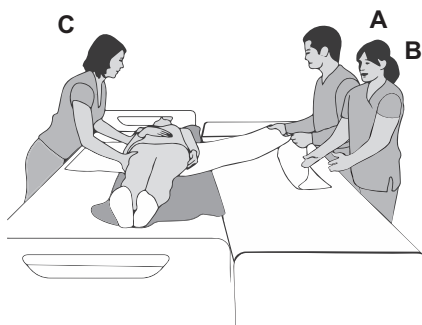

Figura 14
6. (Assistenti A e B) Al tempo stesso tirare la traversa, rimanendo sul lato di arrivo per garantire la sicurezza del trasferimento. (**Vedere Figura 14**)